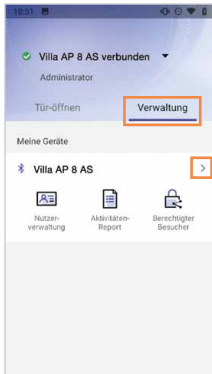

Abb. 1
- ▶ Tippen Sie im Menü **Verwaltung** auf die Schaltfläche > (Abb. 1).